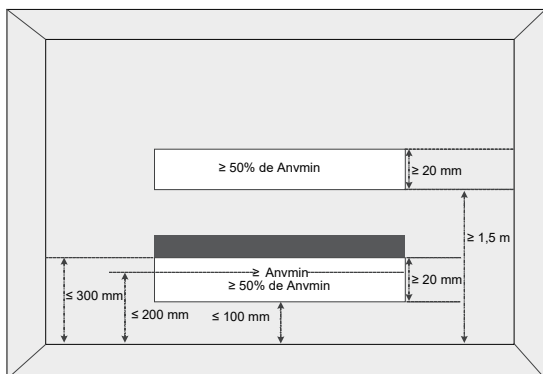

Figura 1-2
- A área da divisão (A) deve ser definida como a área da divisão delimitada pela projeção até à base das paredes, divisórias e portas do espaço onde o aparelho está instalado.
- A área das divisões adjacentes, no mesmo piso, ligadas por abertura permanente nas paredes e/ou portas entre os espaços ocupados, incluindo os vãos entre a parede e o piso, pode ser considerada uma única divisão durante determinação do comprimento da Amin, desde que todas as condições a seguir estejam conforme a Figura 1-2.
- ① A abertura não deve ser inferior a 0,0123 m² (Anvmin)
- ② A área de qualquer abertura acima de 300 mm do piso não deve ser considerada na determinação da conformidade com Anvmin.
- ③ Pelo menos 50% da área de abertura do Anvmin deve estar abaixo de 200 mm do piso.
- ④ A parte de baixo da abertura deve encontrar-se a menos de 100 mm do chão.
- ⑤ A abertura é uma abertura permanente que não pode ser fechada.
- ⑥ A altura da abertura não é inferior a 20 mm.
- ① A abertura não deve ser inferior a 0,0062 m² (50% da Anvmin)
- ② A abertura é uma abertura permanente que não pode ser fechada.